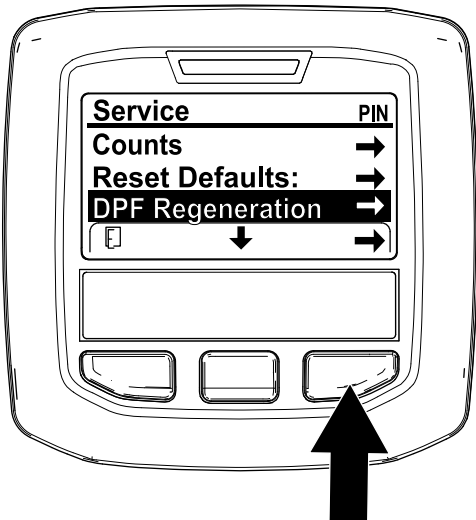

Figura 32
- Aceda ao menu de manutenção, pressione o botão central para se deslocar para a opção DPF REGENERATION (Regeneração do DPF) (Figura 32).
- Pressione o botão direito para seleccionar a entrada Regeneração do filtro de partículas de gásóleo (Figura 32).